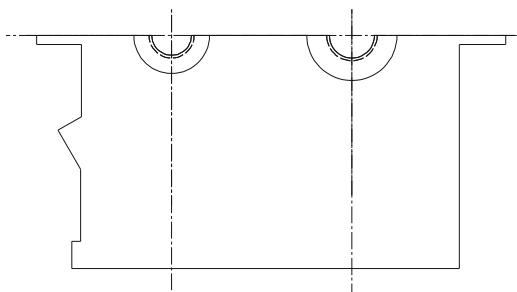

图 8-3-5
STEP 06 把上面画的圆的上半圆和圆内部的直线剪切掉，效果如图 8-3-5 所示。